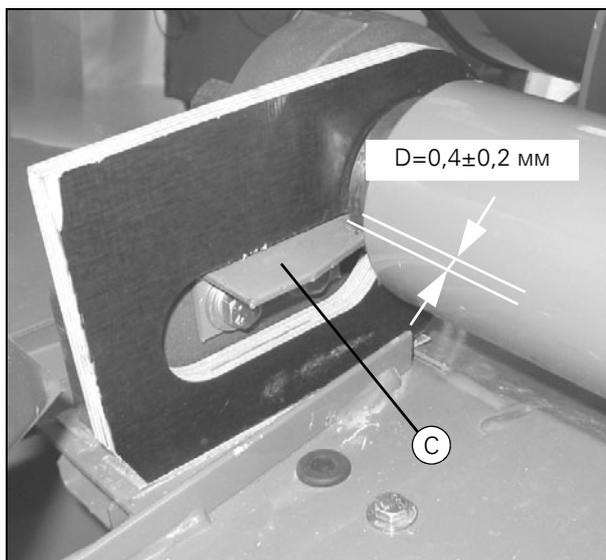

Рисунок 79
- Отрегулируйте высоту путем установки прокладок под кронштейн так, чтобы отклонение составляло ± 1 мм (X).
- Отрегулируйте длину путем перемещения корпуса подшипника по пазам так, чтобы отклонение составляло ± 1 мм (Y).
- Закрепите подшипниковые кронштейны. При помощи стержня диаметром 8 мм проверьте, что отверстие для направляющего штифта в днище жатки совпадает с отверстием (G) в кронштейне. Если отверстия совпадают, забейте направляющий штифт.
- Снова установите кронштейн и отрегулируйте его положение. Просверлите отверстие 8 мм под направляющий штифт в днище жатки через отверстие (G) кронштейна.
- Отрегулируйте скребки (D) так, чтобы расстояние (D) от ролика составляло $0,4 \pm 0,2$ мм (Рис. 79).